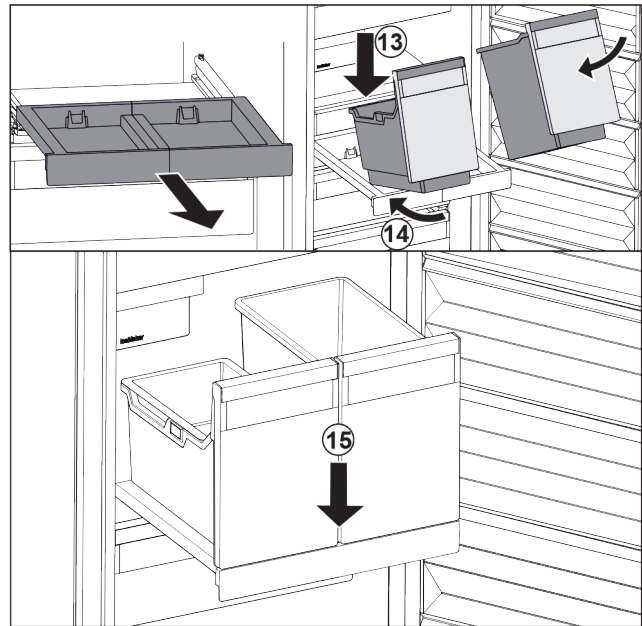

Fig. 35
- ▶ Встановити резервуар на витяжну панель навкоси. Fig. 35 (13)
- ▶ Насунути резервуар навкоси до заду. Fig. 35 (14)
- ▶ Резервуар опустити спереду. Fig. 35 (15)